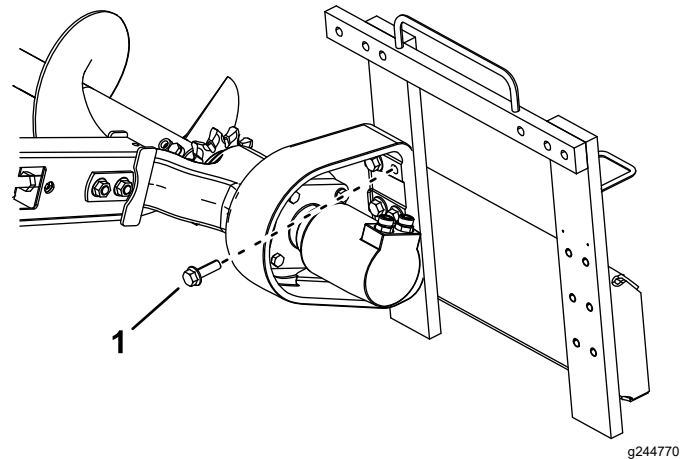

Bild 9
1. Schraube (6)
5. Befestigen Sie den Kopf mit den sechs vorher entfernten Schrauben am Rahmen (Bild 9).